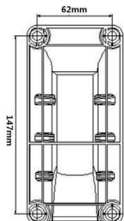

Fig.2
3. Bevestig de montagebeugel als sjabloon, markeer de positie van elk van deze en boor vier gaten in de muur (Afb.2)